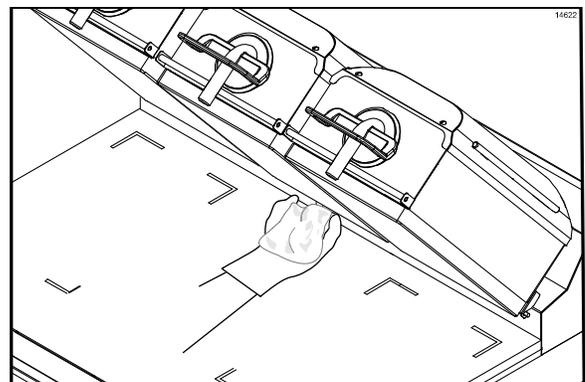

Figura 66
38. Limpie las áreas alrededor, como la campana, la punta redondeada y el escudo contra salpicaduras trasero, con un paño para parrillas limpio mojado con solución desinfectante. (Vea la figura 66.)